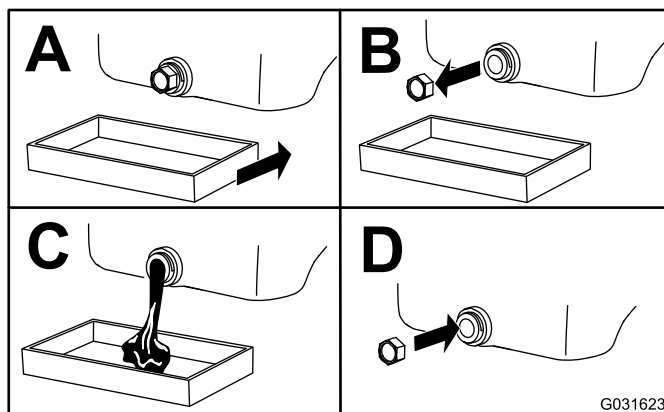

Figure 29
3. Vidangez l'huile (Figure 29).